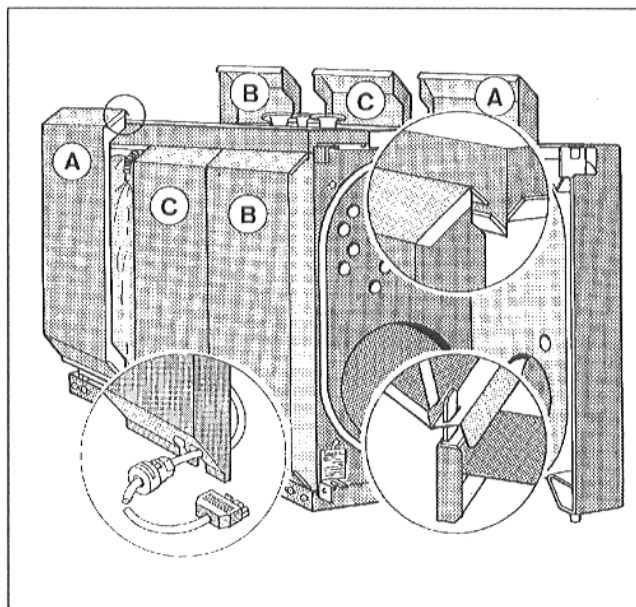

Рис. 13
- Ввести кабель горелки с разгрузкой натяжения снизу в шлиц боковой стенки таким образом, чтобы устройство разгрузки натяжения находилось в отверстии (Рис. 13).
- Путем поворота пластмассовой втулки закрепить кабель горелки в устройстве разгрузки натяжения (Рис. 13).
**Указание:** Соблюдать буквенную маркировку на боковых стенках (Рис. 13).
- Установить по 3 части боковых стенок справа и слева внизу, вставив шлицы в серьги боковой планки рамы, и навесить сверху в окантовку бокового кожуха котла (Рис. 13).